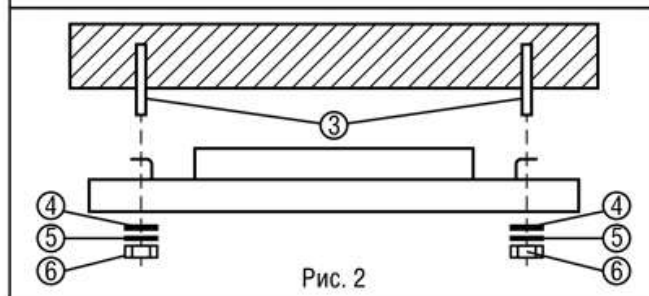

Рис. 2
1. Установите в потолок 2 несущих подвеса (анкерные болты M10 с гайкой) (3), Рис. 2. Расстояние между подвесами: 485 мм – для NHB-R1-100-5K-60X90D-LED, 682 мм – для NHB-R1-150-5K-60X90D-LED. Подвесы должны выдерживать 4-кратный вес светильника.
2. Установите светильник кронштейнами на анкерные болты (3). Закрепите светильник гайками (6). Используйте плоскую шайбу (4) и гровер (5). Убедитесь в надежности крепления.